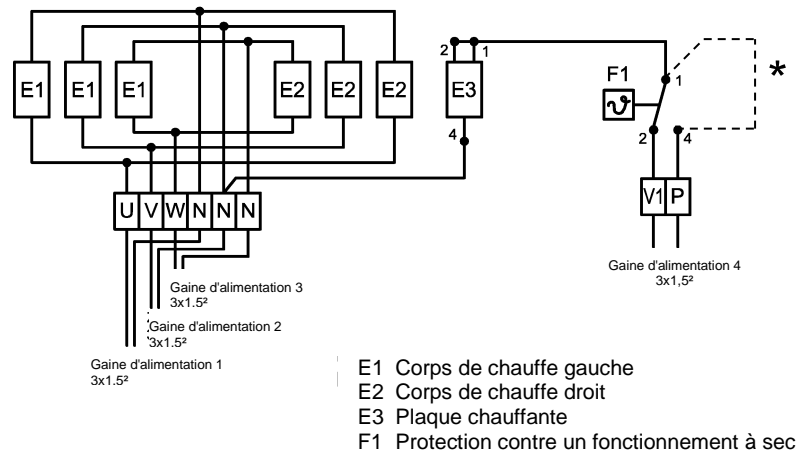

Fig.6
- Insérer le câble de branchement dans les presse-étoupe et serre-câbles et le brancher suivant le schéma de câblage (voir Fig.5, Fig.6). Lors du branchement en courant triphasé, utiliser pour le branchement N le râteau tripolaire en cuivre fourni.